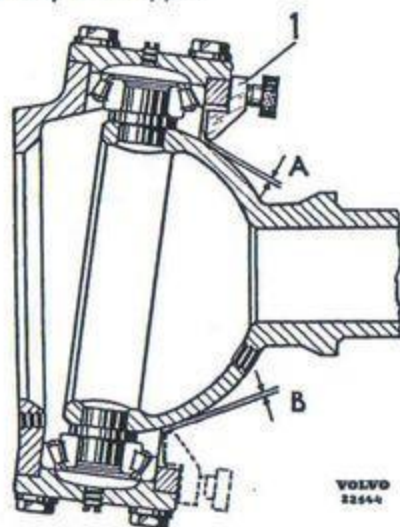

Bild 111. Centrering av spindelhållare.
2. Kontrollera spindelhållarens centrering med mätdon enligt bild 111. Är skillnaden mellan måttet "A" och "B" större än 0,10 mm ändras spindelhållarens läge med hjälp av justermellanläggen. Måttet "B" bör vara störst.